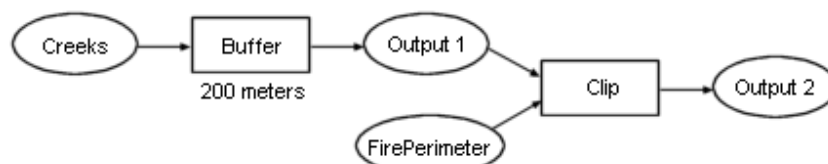

Fig. 2. Diagram pracy fragmentu analizy dotyczącej łącznej powierzchni obszarów położonych wzdłuż potoków, które zostały objęte pożarem
- 2.1. Przejrzyj się diagramowi pracy tej analizy (Fig. 2). Powinien wyglądać znajomo.
Aby zbudować model, wystarczy przeciągnąć do niego odpowiednie narzędzia. W tym kroku dodamy do modelu procesy wskazane przez diagram pracy (Fig. 2).
Model może zawierać jeden lub wiele procesów. W tym kroku dodamy do naszego modelu drugi proces przedstawiony na diagramie pracy (Fig. 2).